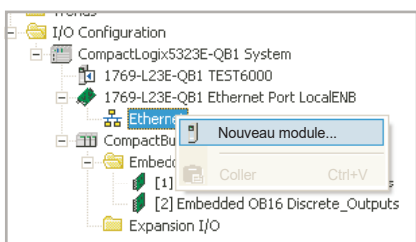

Figure 4.3.21l Faites un clic-droit sur le symbole EtherNet
1. Dans l'arborescence de la fenêtre RSLogix 5000, cliquez à droite sur le symbole EtherNet et sélectionnez « Nouveau module... » dans le menu (figure 4.3.21l).